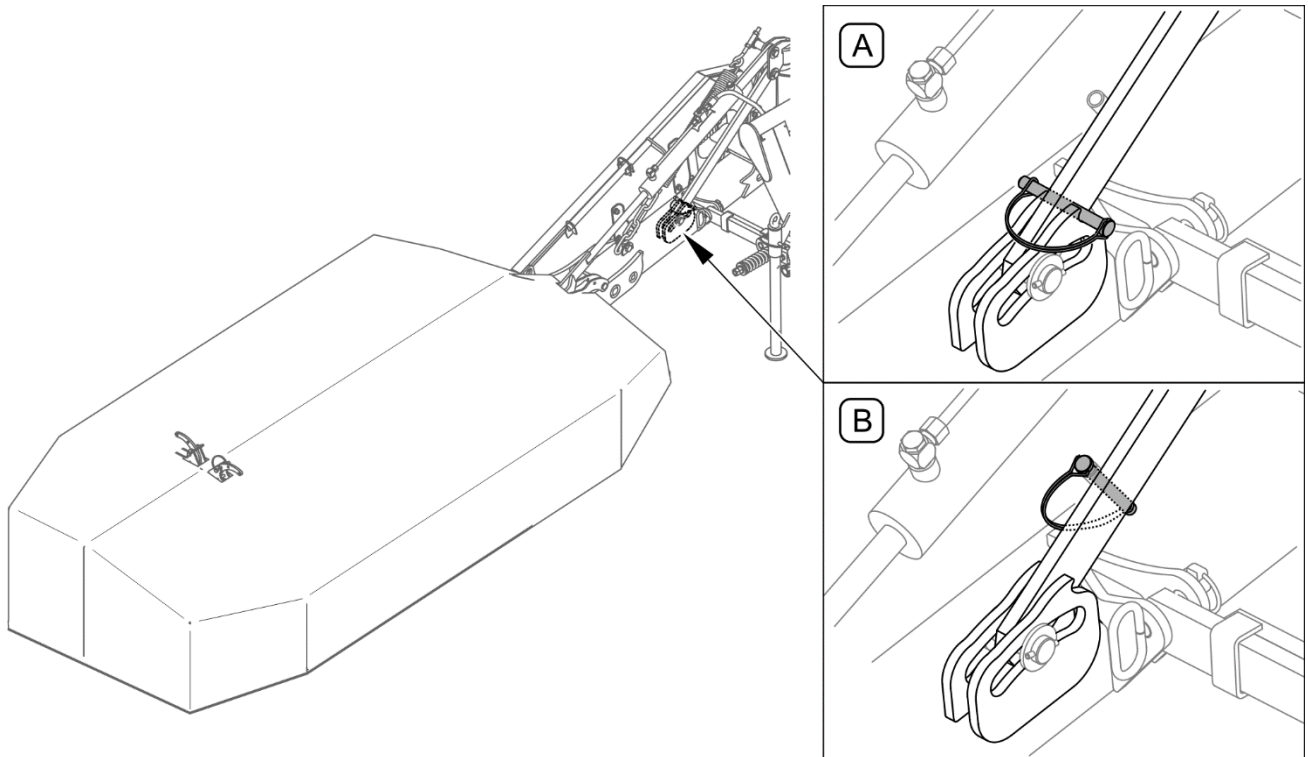

ABBILDUNG 4.9 Entsperren des Kopierens des Geländes
Wenn zuvor das Kopieren des Geländes blockiert war (A) (z. B. Mähwerk in Parkstellung, vom Schlepper abgetrennt), muss vor Arbeitsbeginn der Tragarm des Mähwerks (B) durch Herausziehen des Splints aus der Öffnung im Balken und einlegen in die Hülse entsperrt werden (ABBILDUNG 4.9).